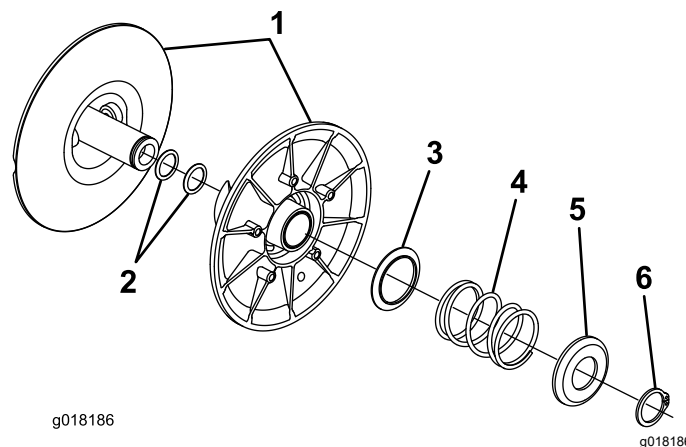

図 10
6. クラッチの向きを変える 図 10。
に押し縮めてスプリングの圧力がリテーナリングに掛からないようにする 図 10。
9. クラッチを2つに分割する 図 10。
10. クラッチシャフトにシムを取り付ける 図 10。